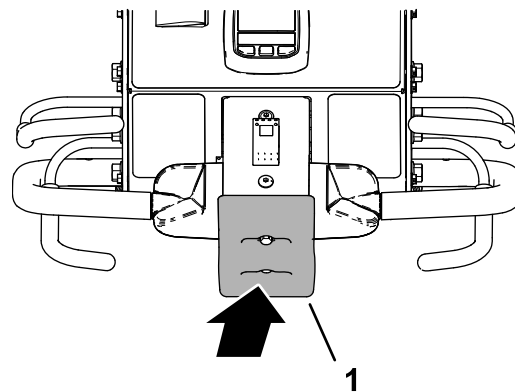

Рисунок 36
2. Удерживая штангу контроля присутствия оператора и орган управления тягой, коснитесь выключателя аварийного останова (Рисунок 36).